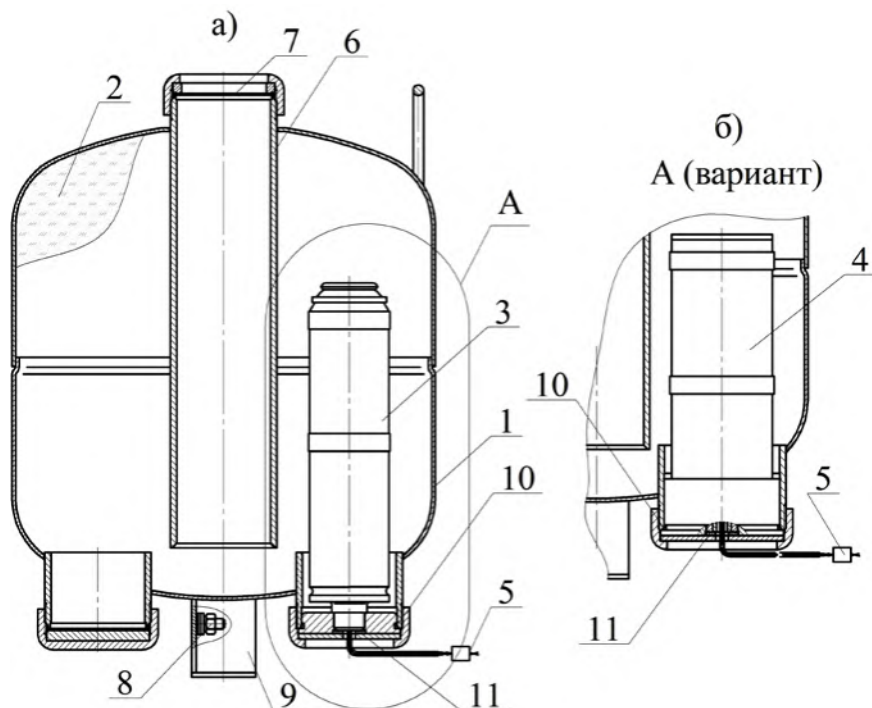

Рисунок 1
4.1.1 МПП (см. рисунок 1) состоит из корпуса **1**, в котором размещаются
7.3 Комплект поставки для перезарядки МПП(Н)-10, МПП(Н-Т)-10 (см. рисунок 1):
7.4 Комплект поставки для перезарядки МПП(Н-Т1)-10 (см. рисунок 1):